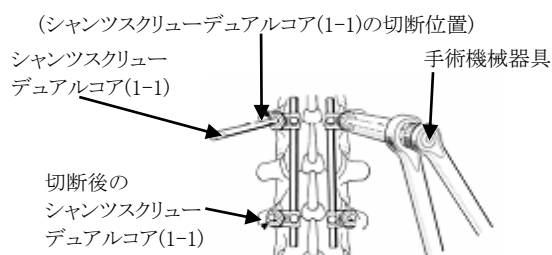

図 2. シャンツスクリューの切断の様子
- シャンツスクリュー デュアルコア(1-1)を固定した後、USS クラニアルフラクチャークランプ(2-1)、または USS ローププロファイルフラクチャークランプ(2-2)より突出した部分を専用の手術機械器具を用いて切断する(図 2、3)。